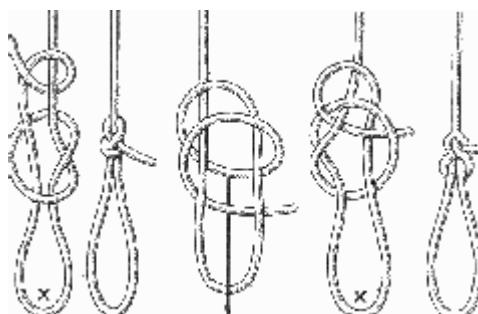

Рис. 70. Эскимосская петля
**Эскимосская петля** (рис. 70). Этой петлей эскимосы пользовались для прикрепления тетивы к луку. Официальное название этой петли **«эскимосский узел для тетивы лука»**. Она обладает немаловажным для этой цели свойством: ее размер можно изменять после того как узел уже завязан.